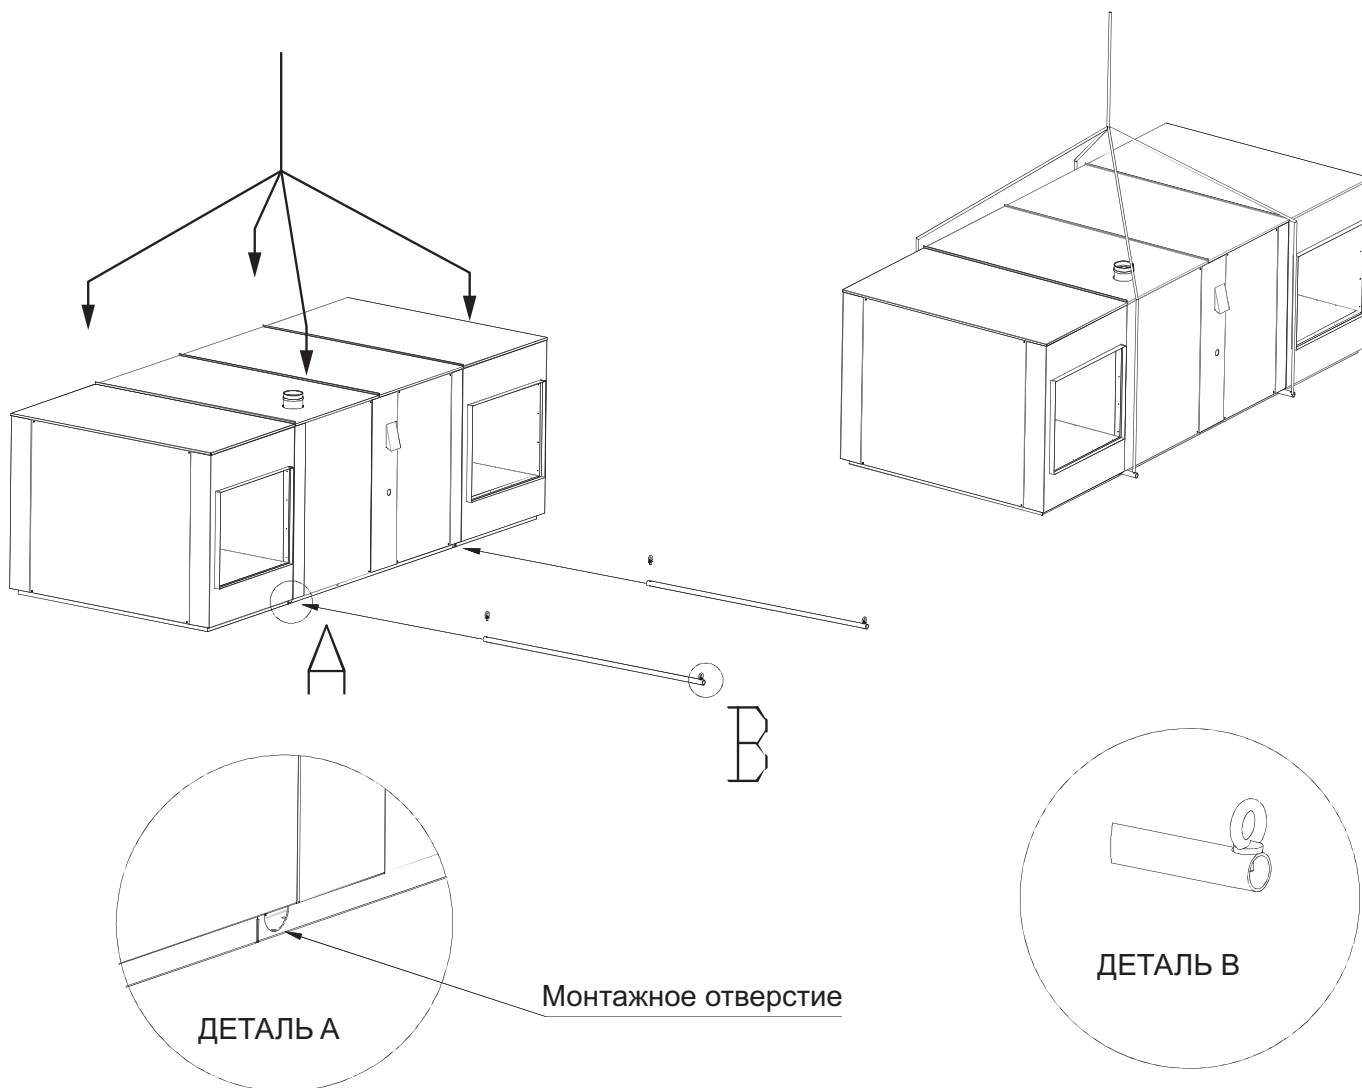

Рис. 6.2. Схема подготовки погрузки/разгрузки нагревателей EOLO B RT
При погрузке/разгрузке нагревательных установок EOLO B типа Roof Top нужно использовать транспортные балки (доставленные вместе с оборудованием). Балки нужно установить в монтажных отверстиях (A) Рис. 6.2 пола. Концы балок заканчиваются проушинами (B), к которым следует прикрепить транспортировочные ремни.